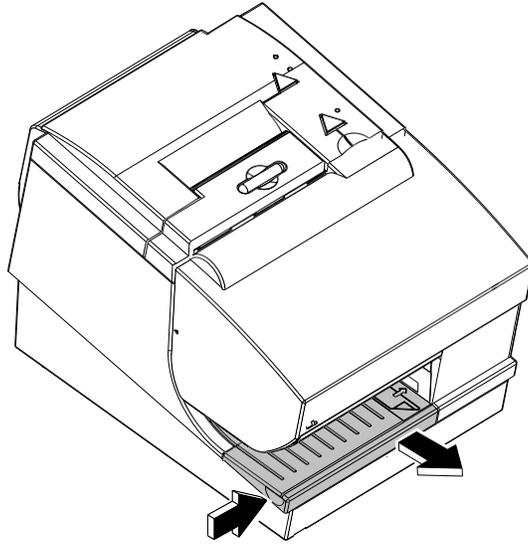

Figure 29. Démontage de la porte du système de retournement des chèques (capot inférieur du système d'insertion de documents)
1. Soulevez l'angle avant gauche de la porte du dispositif de retournement (capot d'insertion de documents) et retirez le capot de l'imprimante (voir Figure 29).